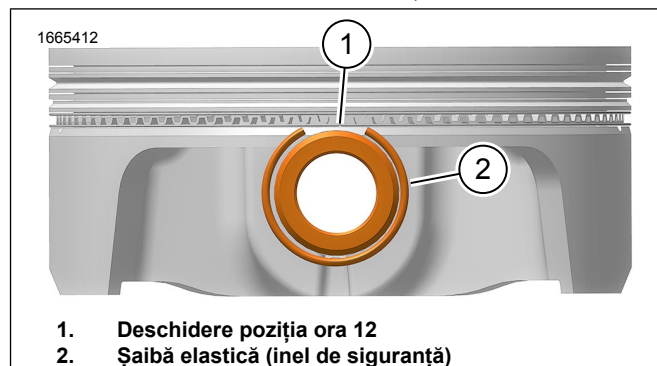

Figura 5. Poziția șaibei elastice pe piston
- Figura 5 Asigurați-vă că șaiba elastică (2) este complet așezată în canelură.
- Deschiderea șaibei elastice (1) trebuie să fie la poziția ora 12.